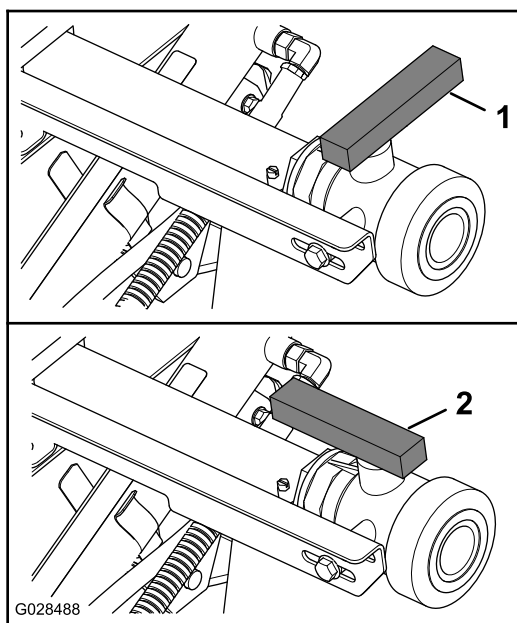

図 73
- タンクのドレンバルブを開いて残っている薬液をすべて排出する (図 73)。
4. ドレンバルブを閉じる 図 73。